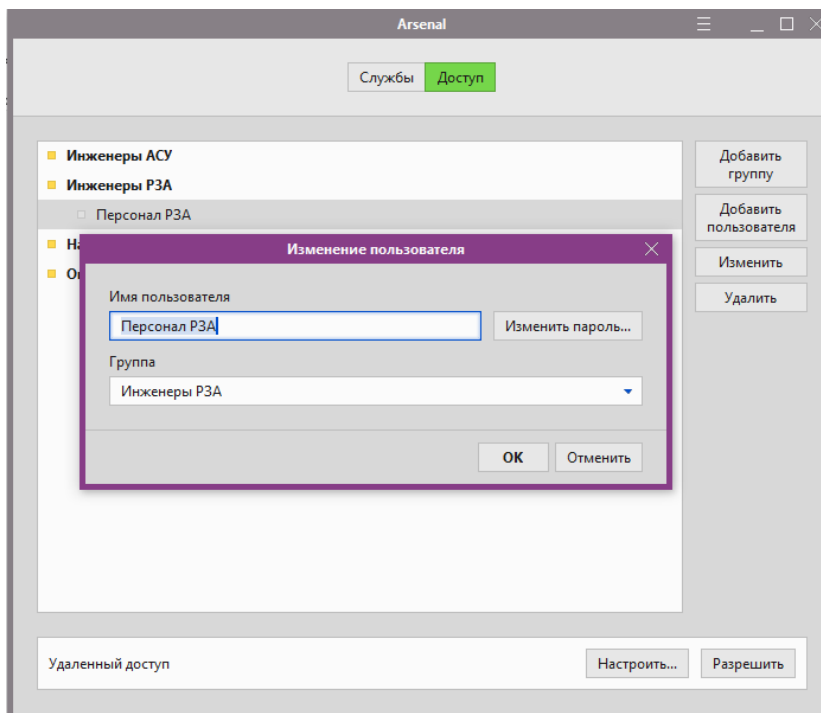

Рис. 17. Изменение пользователя
18) Добавить пользователя в группу – «Инженеры РЗА» (рис. 17).